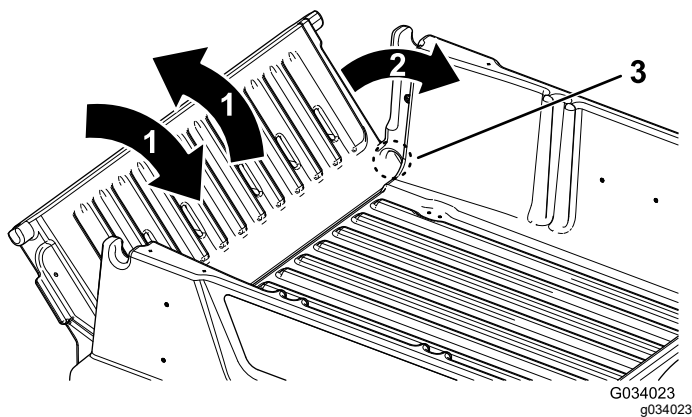

Bild 18
2. Drehen Sie die Heckklappe auf eine ungefähre Stellung von 45° (Bild 18).
3. Drehen Sie die Heckklappe mehrmals mit kurzen, schüttelnden Bewegungen (**Bild 18**).